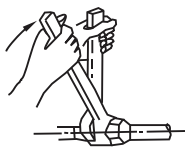

Рис. 8-3
- Разместите трубы в правильном положении, затяните гайки вручную, затем при помощи гаечного ключа (см. рис. 8-3).